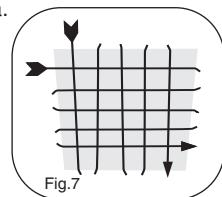

Fig.7
4. Lorsque vous pulvérisez sur des grandes surfaces ou des objets de grande taille, il est plus judicieux de pulvériser de manière croisée, par passages horizontaux et verticaux ou vice versa. Cela assurera une couverture maximale. (Fig.7).